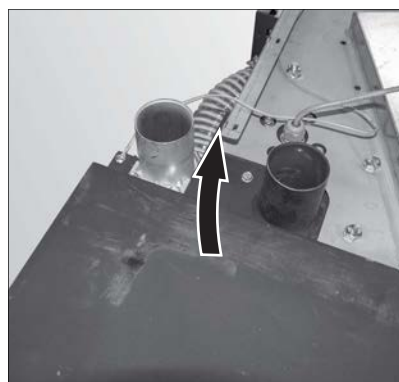

Fig. 48 Erdung anschrauben
- Erdung anschrauben – Fig. 48.